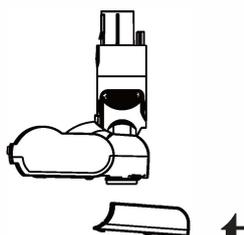

рис.4
2. Закрепите резервуар для воды на основной щетке (рис. 4).